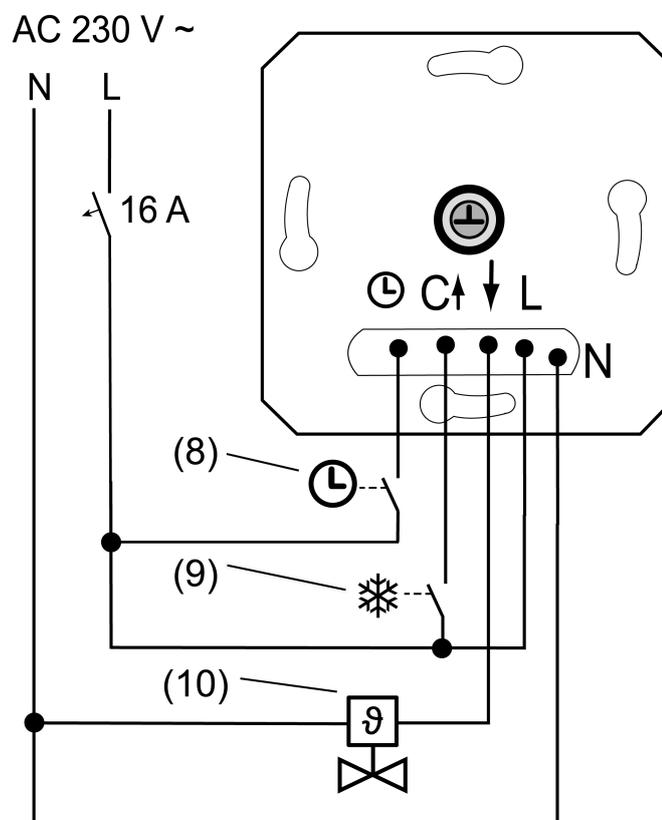
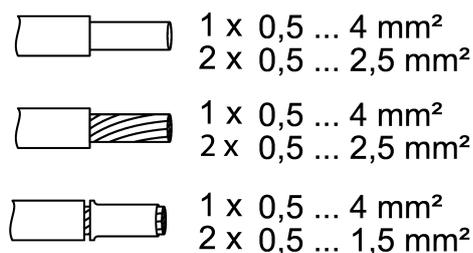

Figure 2: Exemple de raccordement du mécanisme
Figure 3: Section de conducteur serrable
- Raccorder le servomoteur électrothermique (10) au mécanisme (1) conformément au schéma de raccordement (voir figure 2). Respecter la section de conducteur (voir figure 3).
- Raccorder en option l'entrée mode réduit  $\ominus$  sur un contact de commutation de l'horloge centrale (8).